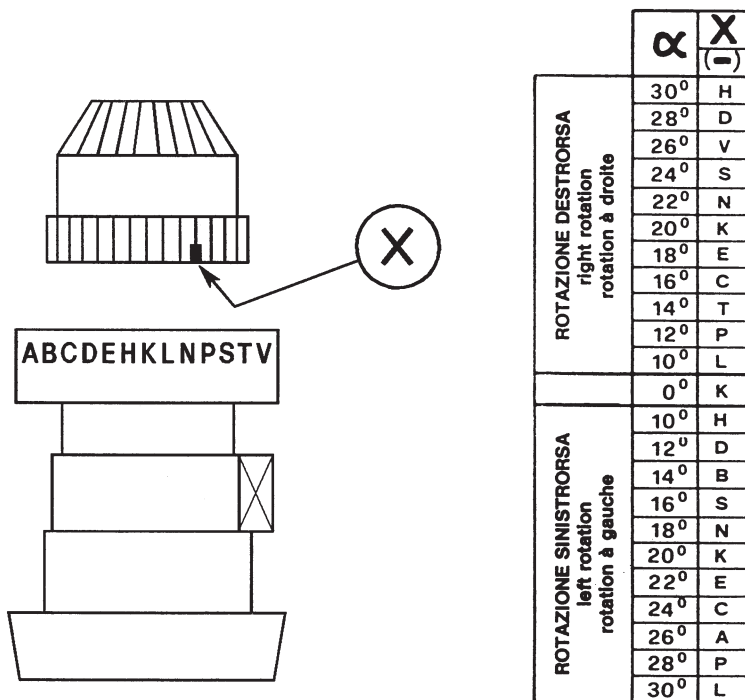

Fig.3
C) Inserire l'ingranaggio centrale [6] nella propria sede nel mozzo [1] avendo cura di allineare il taglietto denominato "X", posto sotto l'ingranaggio stesso, con la lettera corrispondente all'angolo α voluto (Fig.3).
Insert the central cone gear [6] in its seat in the hub [1] making sure to align the little cut named "X", located on the bottom of the central cone gear, with the letter corresponding to the angle α chosen (Fig. 3)